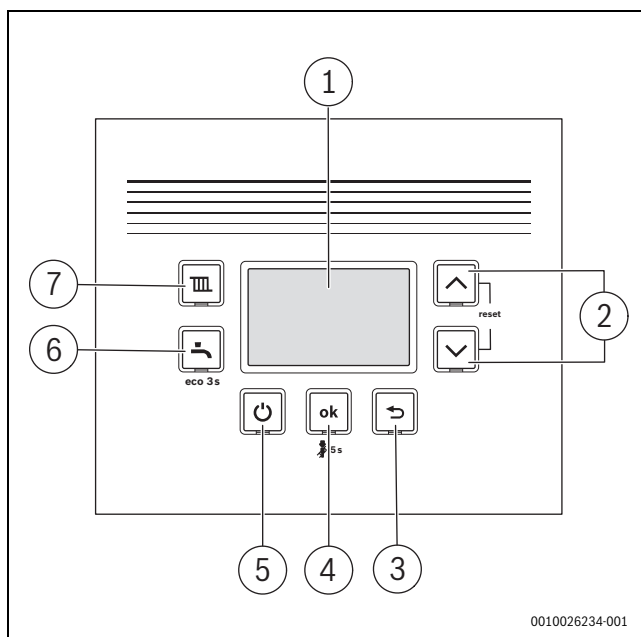

Bild 119 Bedienfeldübersicht
Nach der Inbetriebnahme schaltet die Taste (→ Bild 119, [5]) gleichzeitig Heizung und Warmwasserbereitung durch das Brennwertgerät ein oder aus, ohne die Spannungsversorgung zu unterbrechen.
- ▶ Im normalen Betrieb das Gerät mit der Taste  (→ Bild 119, [5]) ausschalten.